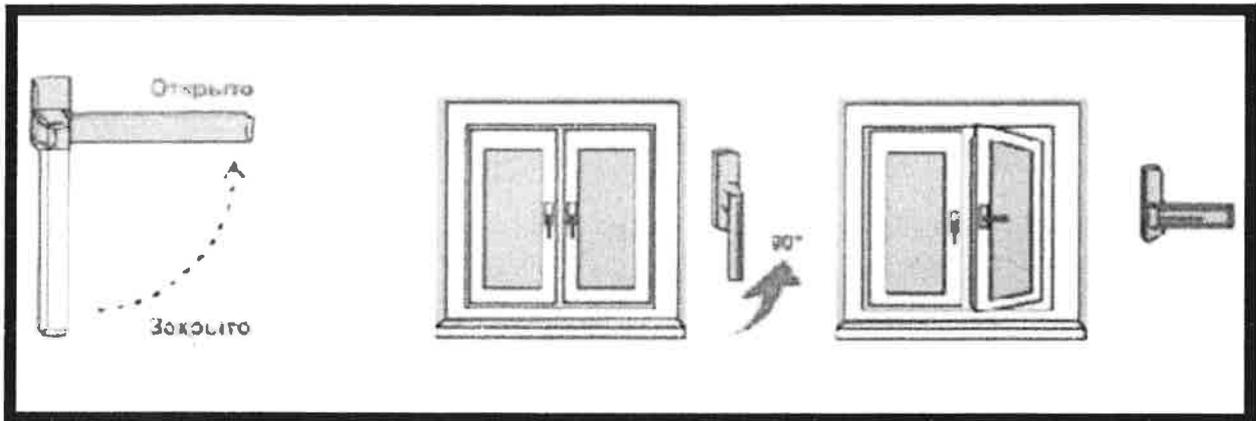

Рис. 1. Схема открывания пластиковых окон.
- 2) Чтобы открыть (распахнуть) створку окна, ручку поворачивают на 90 градусов в горизонтальное положение (положение «Открыто» на Рис. 1). При повороте ручки закрытую створку слегка прижимают к раме другой рукой